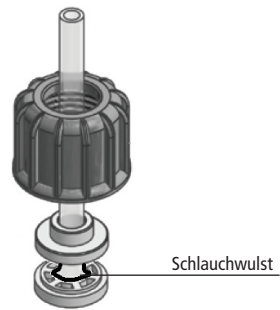

Abb. 3.2 Montage PVDF-Schlauch
Dadurch dass der Klemmring den Schlauch gegen den Konus des Schlauchnippels quetscht, bildet der Schlauch zwischen dem Klemmring und der Dichtfläche des Schlauchnippels eine Wulst (siehe Abb. 3.2). Diese Wulst sorgt dafür, dass der Schlauch fest sitzt und sich aus der Verbindung nicht mehr herausdrücken kann.
- Schrauben Sie die Überwurfmutter nach 2-3 Minuten noch einmal ab und vergewissern Sie sich, dass der Schlauch eine Wulst zwischen Schlauchnippel und Klemmring gebildet hat (siehe Abb. 3.2).